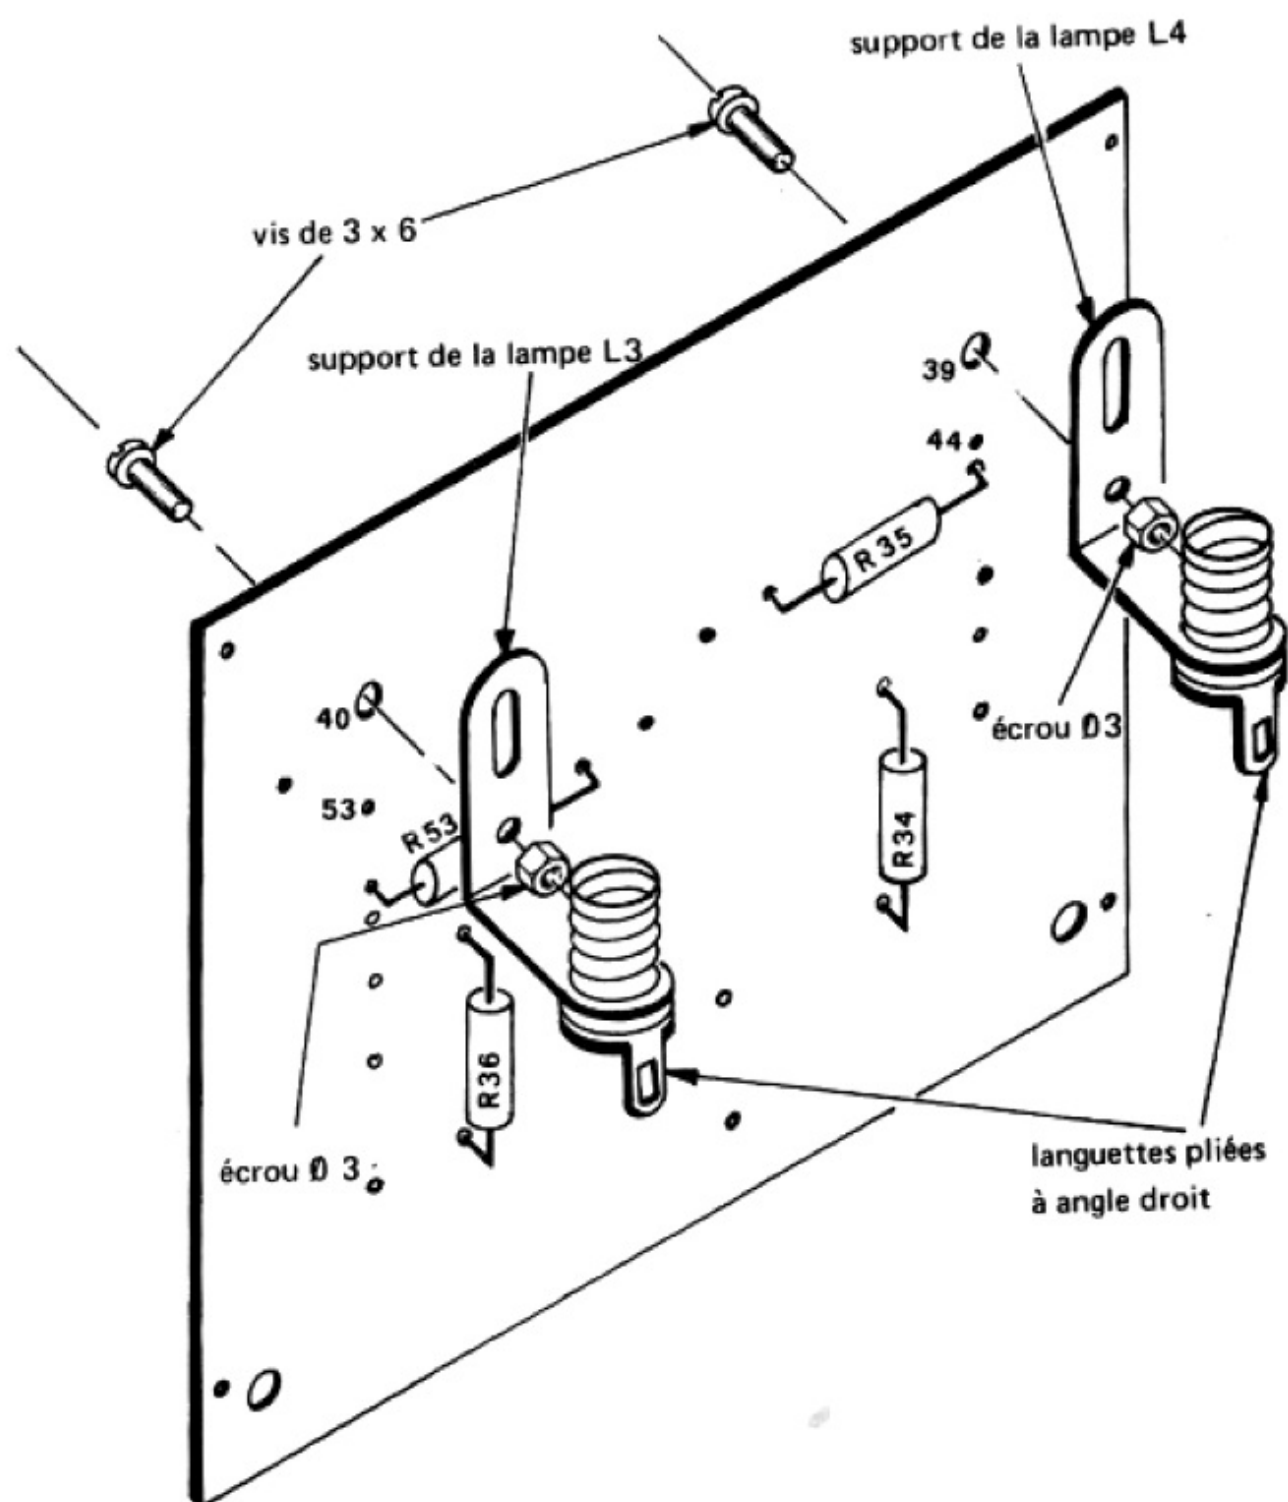

Figure 14
INTRODUISEZ dans le trou 40 du circuit imprimé, par le côté intérieur, une vis de 3 x 6 et FIXEZ solidement le support de la lampe L3 sur le côté extérieur, à l'aide d'un écrou de même diamètre, comme indiqué sur la figure 14.
De la même manière, après avoir introduit dans le trou 39 du circuit imprimé, par le côté intérieur, une vis de 3 x 6, **FIXEZ** solidement le support de la lampe L4 sur le côté extérieur, à l'aide d'un écrou de 3 mm (figure 14).
**PLIEZ** à angle droit la languette des deux supports de lampe, comme le montre la figure 14.